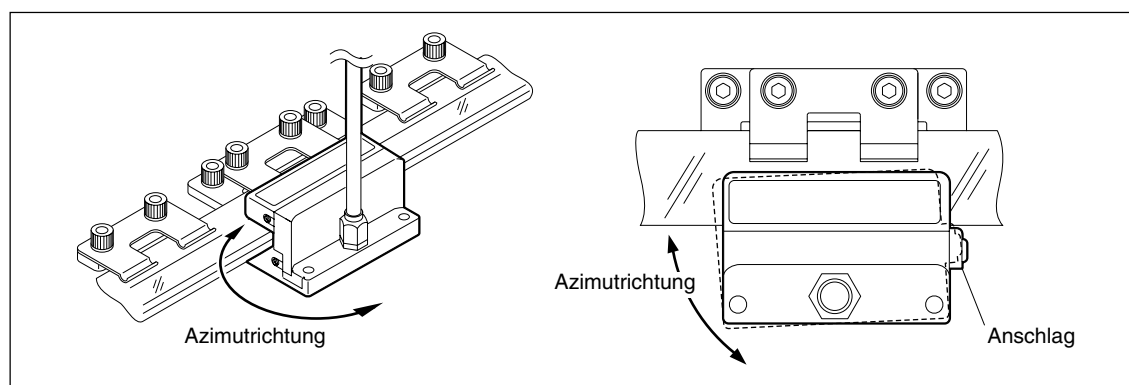

Abb. 3-15
- 2 Drehen Sie den Detektorkopf in Azimutrichtung um den Anschlag, wie in Abb. 3-15 gezeigt, um die Stelle ausfindig zu machen, an der die Lissajousfigur die **maximale** Amplitude hat.